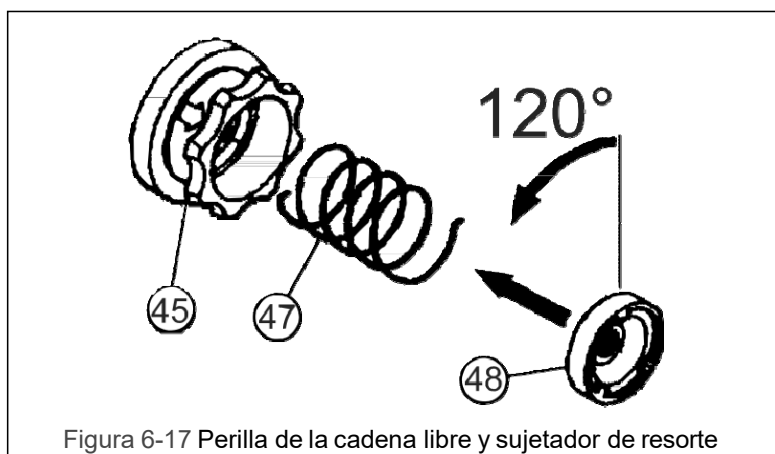

Figura 6-17 Perilla de la cadena libre y sujetador de resorte
- 6) Gire el sujetador del resorte (48) 120° **en sentido contrario a las manecillas del reloj** mientras lo presiona ligeramente hacia dentro del conjunto de la perilla de la cadena libre (45). Instale el sujetador del resorte sobre la parte aserrada del piñón y manténgalo en su sitio. Consulte la Figura 6-17.
- 7) Mientras mantiene en su sitio el sujetador del resorte (48), fíjelo en su sitio con la tuerca ranurada (49) y la chaveta (50).